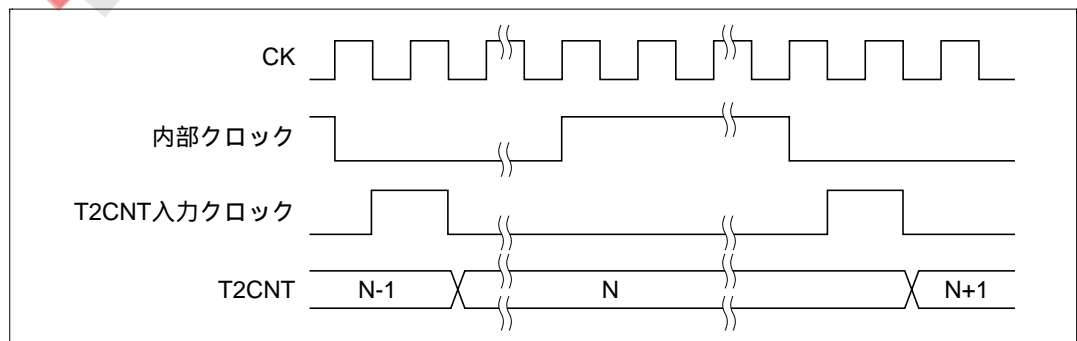

図 9.3 カウントタイミング
T2CSR の CKS2、CKS1、CKS0 ビットにより、システムクロック (CK) を分周した 7 種類のクロック (/ 2、 / 8、 / 32、 / 128、 / 512 / 2048、 / 4096) が選択できます。このときのタイミングを図9.3に示します。